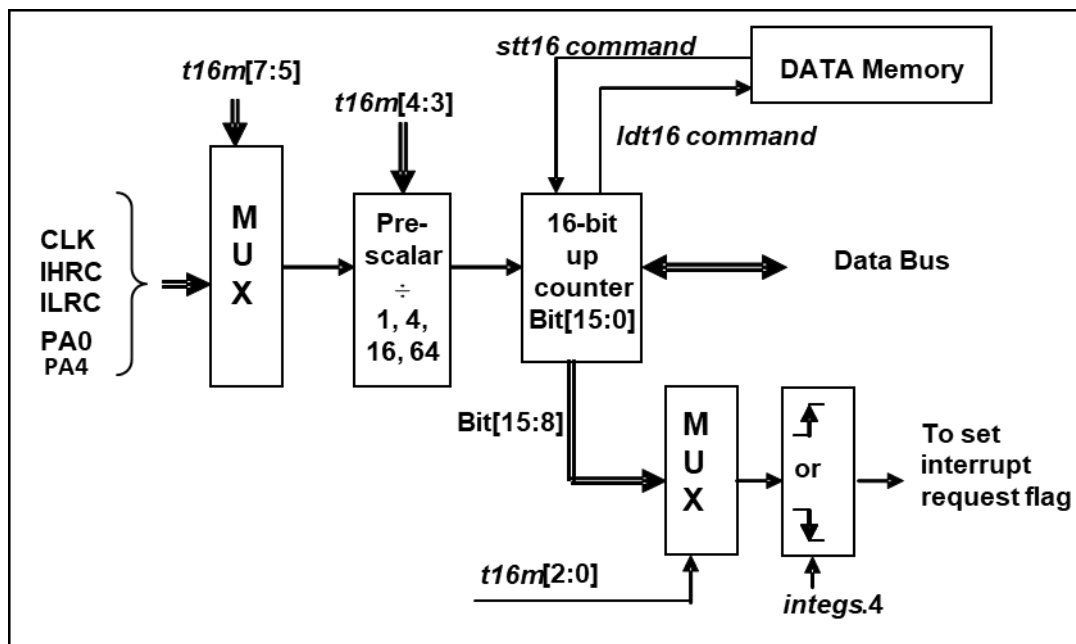

图 8: Timer16 模块框图
PMB183(B) 内置一个 16 位硬件计数器 (Timer16)，计数器时钟可来自于系统时钟 (CLK)，内部高频振荡时钟 (IHRC)，内部低频振荡时钟 (ILRC)，PA4 和 PA0。在送到 16 位计数器之前，1 个可软件程序设计的预分频器提供÷1、÷4、÷16、÷64 选择，让计数范围更大。16 位计数器只能向上计数，计数器初始值可以使用 *stt16* 指令来设定，而计数器的数值也可以利用 *ldt16* 指令存储到 SRAM 数据存储器。选择器用于选择 Timer16 的中断条件，无论何时发生溢出，都可以触发 Timer16 中断。计时器 16 的硬件框图如图 8 所示。16 位计数器的中断请求可以通过 16 位计数器的位[15:8]来选择，中断类型可以上升沿触发或下降沿触发，定义在寄存器 *intgs.4*。